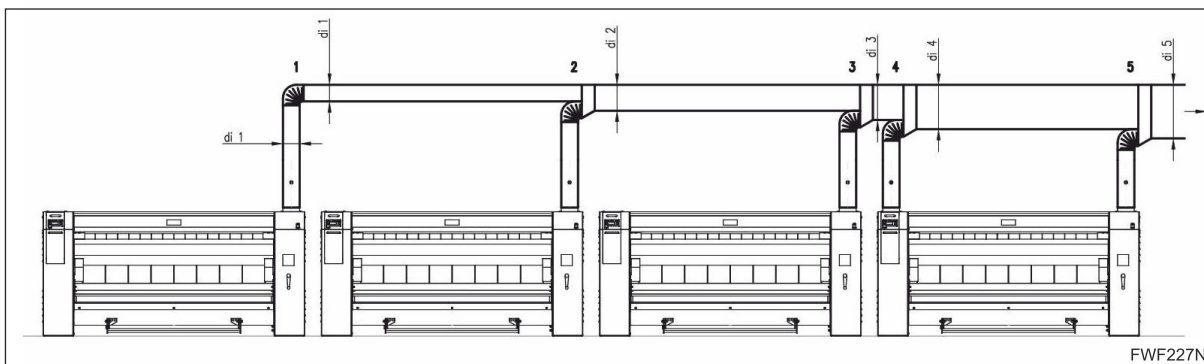

Figure 13
- Les paramètres dimensionnels et autres qui concernent l'installation du système d'évacuation sont décrits dans les figures ci-dessus, à la *Figure 12*, *Figure 13*, *Figure 5* et la *Tableau 7*, *Tableau 3*.
Paramètres *Figure 13*